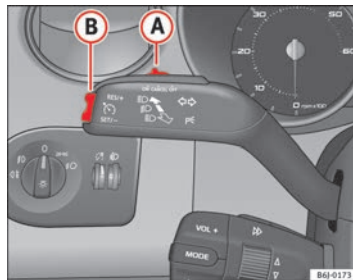

Abb. 106 Blinker- und Fernlichthebel: Schalter und Wippe für die Geschwindigkeitsregelanlage
- Drücken Sie den unteren Teil der Wippe **SET** \Rightarrow Abb. 106 **B** einmal kurz, wenn die zu speichernde Geschwindigkeit erreicht worden ist.